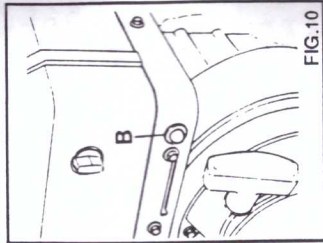

FIG. 10
- 5) La spia B (fig. 10) segnala la mancanza d'olio nel motore.